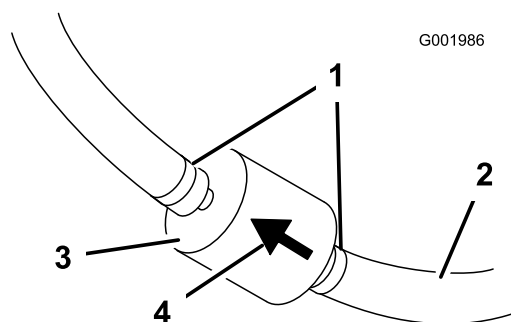

Figura 41
5. Premete le estremità delle fascette stringitubo ed allontanatele dal filtro (**Figura 41**).